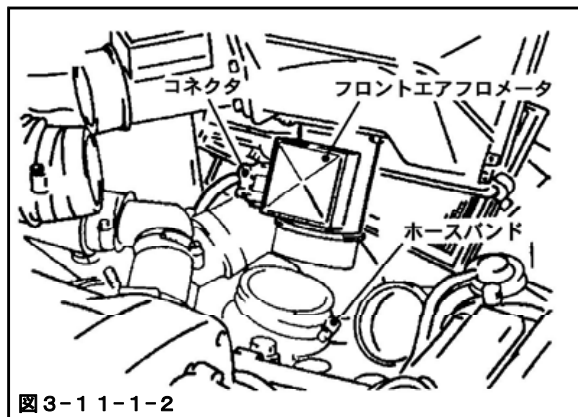

図3-11-1-2
- (6) コネクタ, リアエアフロメータに取付けてください。(図3-11-1-3)